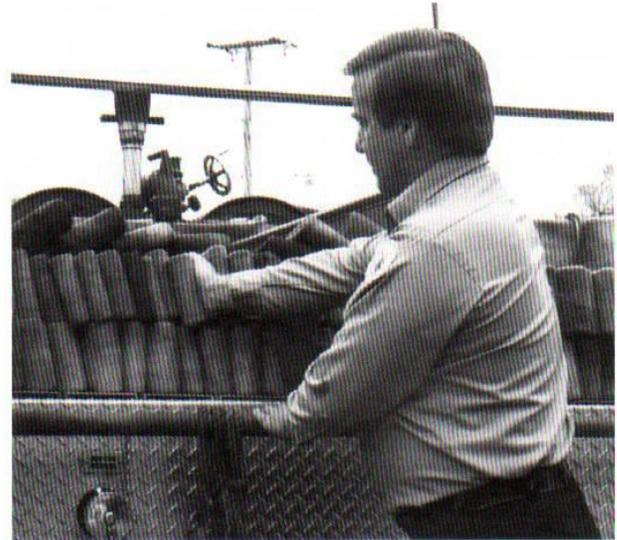

Figura 12.57 Si la manguera se ha acomodado de forma adecuada, el bombero debe poder introducir la mano entre los pliegues.
- No apriete demasiado la manguera. Esto sometería los pliegues a demasiada presión y haría que las conexiones se engancharan al sacar la manguera de la cama. Como regla general, la manguera debe estar lo suficientemente floja para poder introducir la mano fácilmente entre los pliegues (véase la figura 12.57).